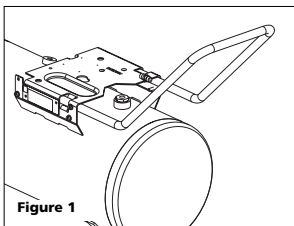

Figure 1
2. Introduire le manche à travers le couvercle de protection et dans la plaque de base tel qu'indiqué sur la Figure 1. Le manche doit s'ajuster dans les ouvertures spéciales dans la plaque de base.